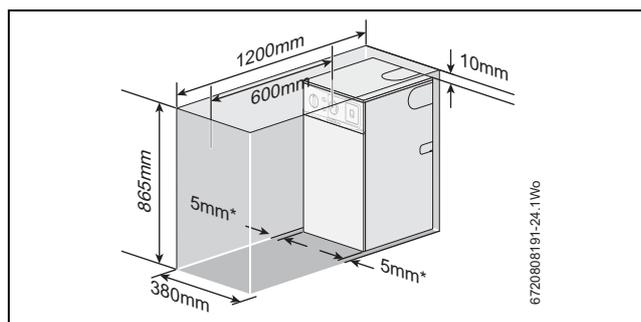

Fig. 18 Dégagements pour l'entretien annuel
- La fig. 18 montre l'espace minimal recommandé pour pouvoir réaliser l'entretien annuel.